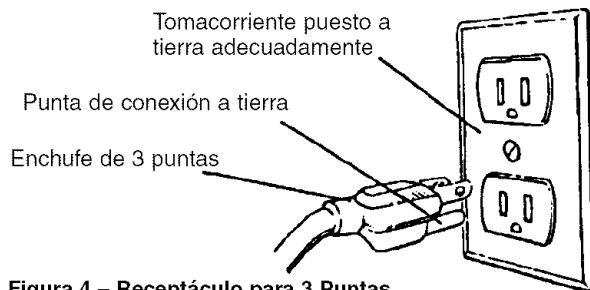

Figura 4 – Receptáculo para 3 Puntas
- Esta herramienta viene equipada con un cable especificado para 150V y un enchufe de 3 puntas para conexión a tierra (véase la Figura 4) que lo protegen a usted de un electrochoque.
- El enchufe de conexión a tierra deberá conectarse directamente a un receptáculo para 3 puntas instalado y conectado debidamente a tierra, tal como se muestra (véase la Figura 4).